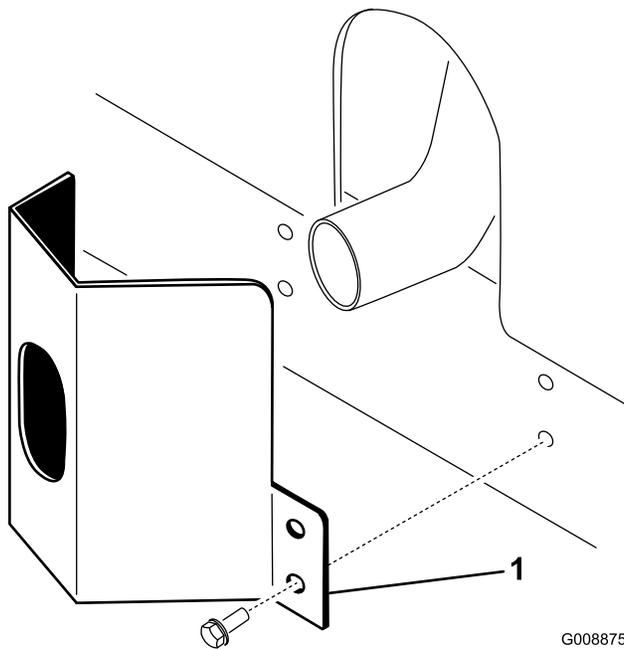

Bild 9
1. Positionieren Sie das Auspuffschutblech um den Schalldämpfer, während Sie gleichzeitig die Befestigungslöcher auf die im Rahmen abstimmen (Bild 9).
2. Befestigen Sie das Auspuffschutzblech mit vier Blechschrauben am Rahmen (Bild 9).